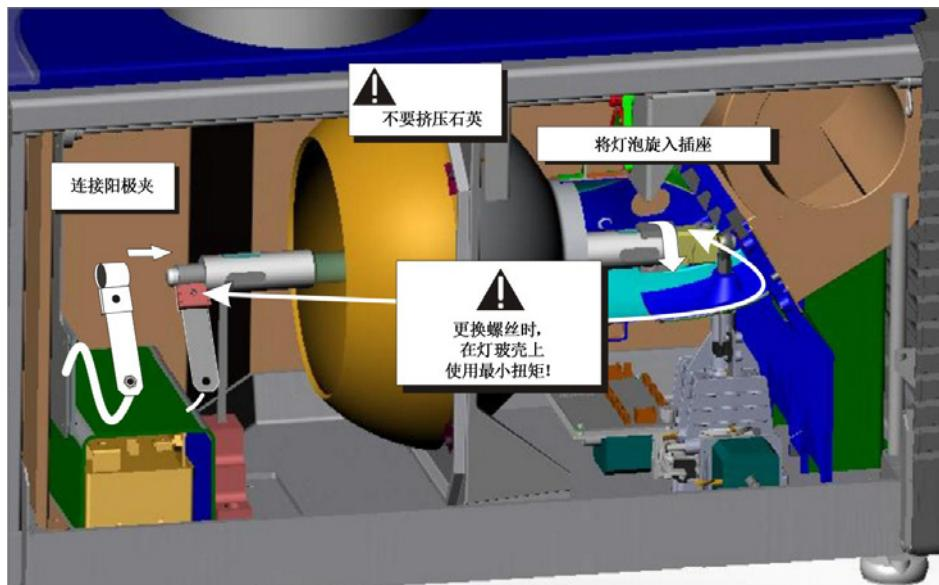

图 4-2 安装新灯泡
- c. 将灯泡有螺纹的阴极 (-) 端插入位于灯泡室后侧的负极灯泡接头螺母中。(图 4-2) 用双手将此端拧入螺纹螺母中并用手拧紧。当心！**1)** 只能拿住灯泡的阴极 / 阳极端轴，决不能拿住玻璃。不要过度拧紧。不要以任何方式对玻璃施加压力。**2)** 检查导线。确保灯泡和启动器之间的阳极 (+) 导线远离投影机的任何金属部分，例如反射器或防火墙。
- d. 将灯泡的阳极 (+) 放在阳极叉架上，并将正极灯泡接头滑到灯泡端上。(图 4-2) 使用 5 毫米艾伦内六角扳手与阳极夹一起挤压，确保不在灯泡石英管上施加任何扭矩。**Important!** 对于 CDXL-30SD 灯泡，当灯泡安装在 14 毫米的螺纹内并拧紧坚固螺丝后，确保灯泡阳极端的“扁平”部分（如适用）面向 10 点钟或 2 点钟位置。对于所有其他类型的灯泡，保持灯泡阳极端的“扁平”部分朝上。警告！爆炸危险 — 不要对灯泡的阳极端施加扭矩。